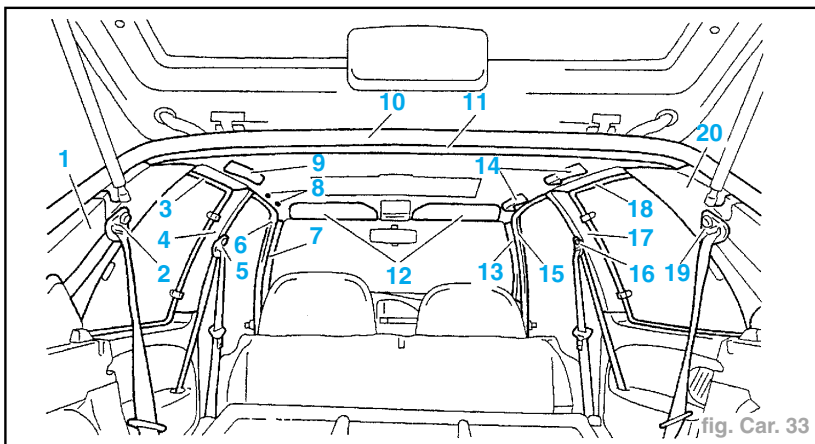
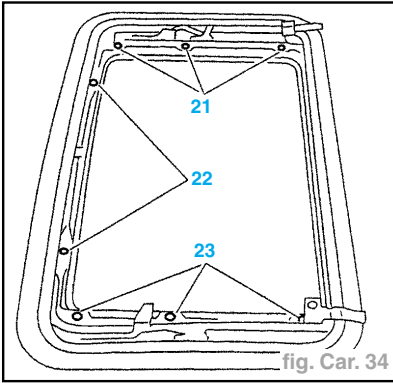

fig. Car. 33
fig. Car. 34
- Dégrafer partiellement le joint d'encadrement des éléments suivants (fig. Car. 33) :
- les portes AV (6) et (15),
- les custodes (3) et (18),
- l'entrée de volet (10).
- les ceintures de sécurité AR (2) et (19),
- les ceintures de sécurité AV (5) et (16),
- les poignées de maintien (9) et (14),
- les obturateurs (8),
- les pare-soleil et le crochet de maintien (12),
- la finition AR de pavillon (11),
- les finitions AV (7) et (13),
- les finitions centrales (4) et (17).
- Écarter les garnitures de custode (1) et (20).
- Déposer (fig. Car. 34) :
- les vis (21) et (23) (fixations latérales),
- les vis (22) (fixations AV).